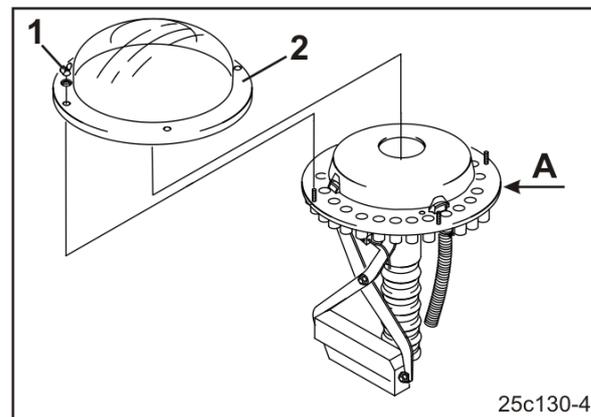

Рис. 280
5. Открутите барашковые гайки (Рис. 280/1) и снимите с распределительной головки прозрачную пластиковую крышку (Рис. 280/2).
7. Удалите загрязнения между монтажной пластиной и платой управления (Рис. 280/А) сжатым воздухом.
8. Установите пластиковую крышку (Рис. 280/2).
9. Закрепите пластиковую крышку с помощью барашковых гаек (Рис. 280/1).